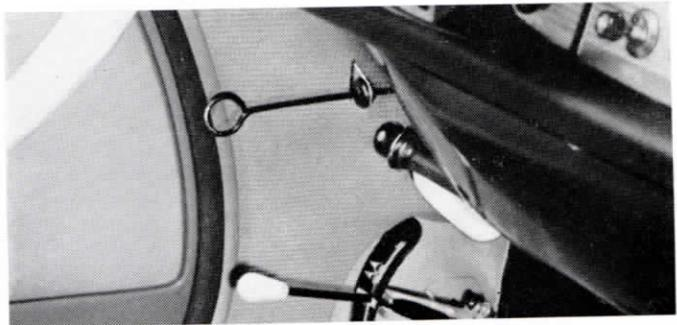

Figure 1
- Tirez d'abord les 2 anneaux de déverrouillage (fig. 1) situés à l'intérieur, à gauche et à droite, le capot se soulèvera légèrement.